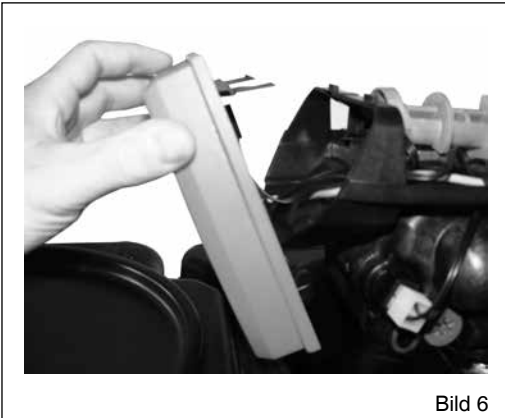

Bild 6
- Montieren Sie die Steuerung durch Einclipsen an den Steuerkopf (Bild 6 + 7).